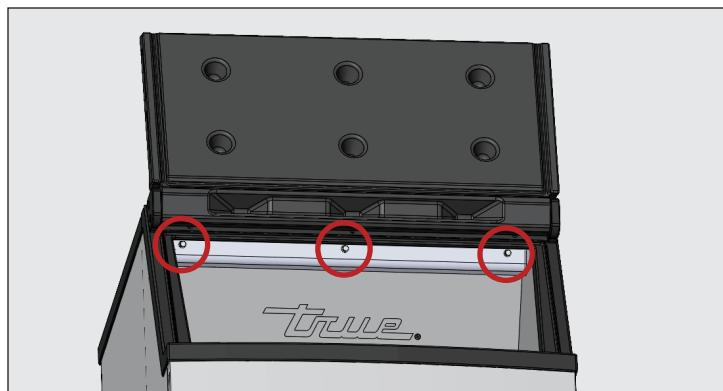

Fig. 1. Ubicación de los tornillos de mariposa del deflector.
1. Retire los tornillos del deflector. Consulte la fig. 1.